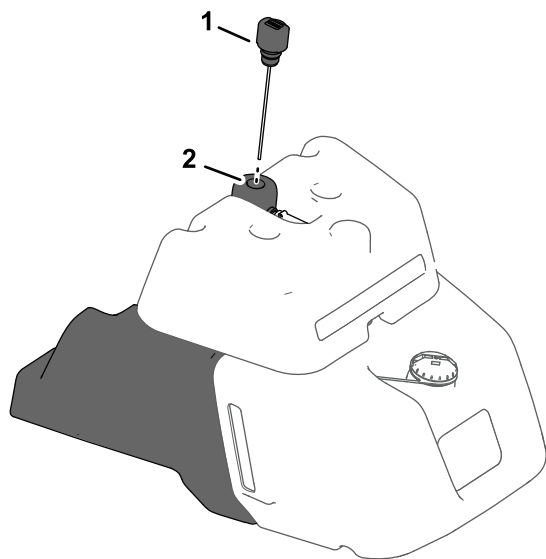

Figura 38
- Se la vostra macchina è dotata di un indicatore del carburante nella parte laterale del serbatoio del carburante, individuate l'asta di livello per l'impianto idraulico nella parte superiore del serbatoio idraulico (Figura 38) e procedete al passaggio 5.